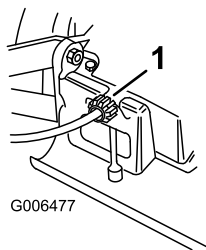

Figura 28
Si el cortacésped no avanza o si tiene tendencia a avanzar lentamente cuando la barra de control está a **más** de 3,8 cm del manillar, ajuste el mando de control de la transmisión de las ruedas, en la parte trasera de la caja de engranajes (Figura 28).
2. Gire el mando de control en el sentido de las agujas del reloj 1/2 vuelta si el cortacésped no avanza. Si el cortacésped avanza lentamente, gire el mando 1/2 vuelta en el sentido opuesto a las agujas del reloj para aflojar la correa (Figura 28).